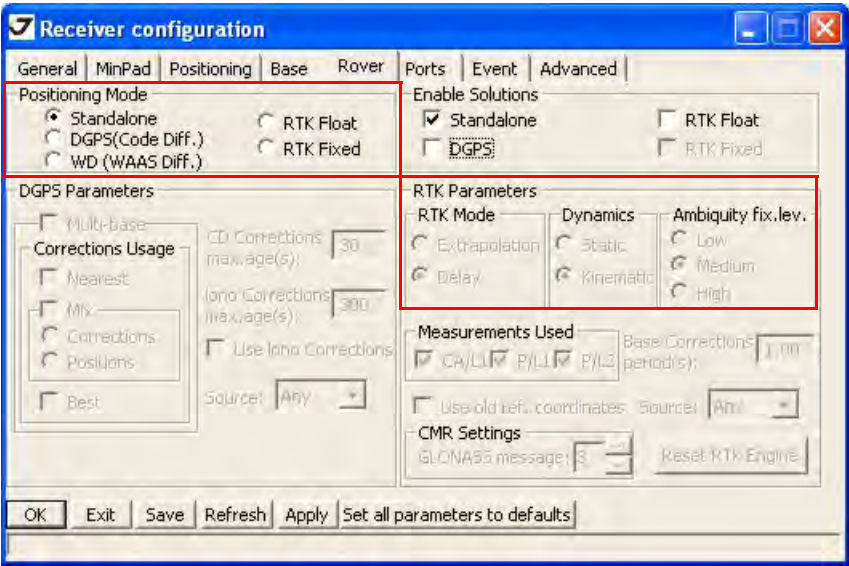

Рисунок 40. Закладка Rover
9. Для подвижного приемника (ровера) откройте закладку *Rover* и произведите настройку следующих параметров, затем нажмите *Apply* (Рис. 40 на стр. 55).